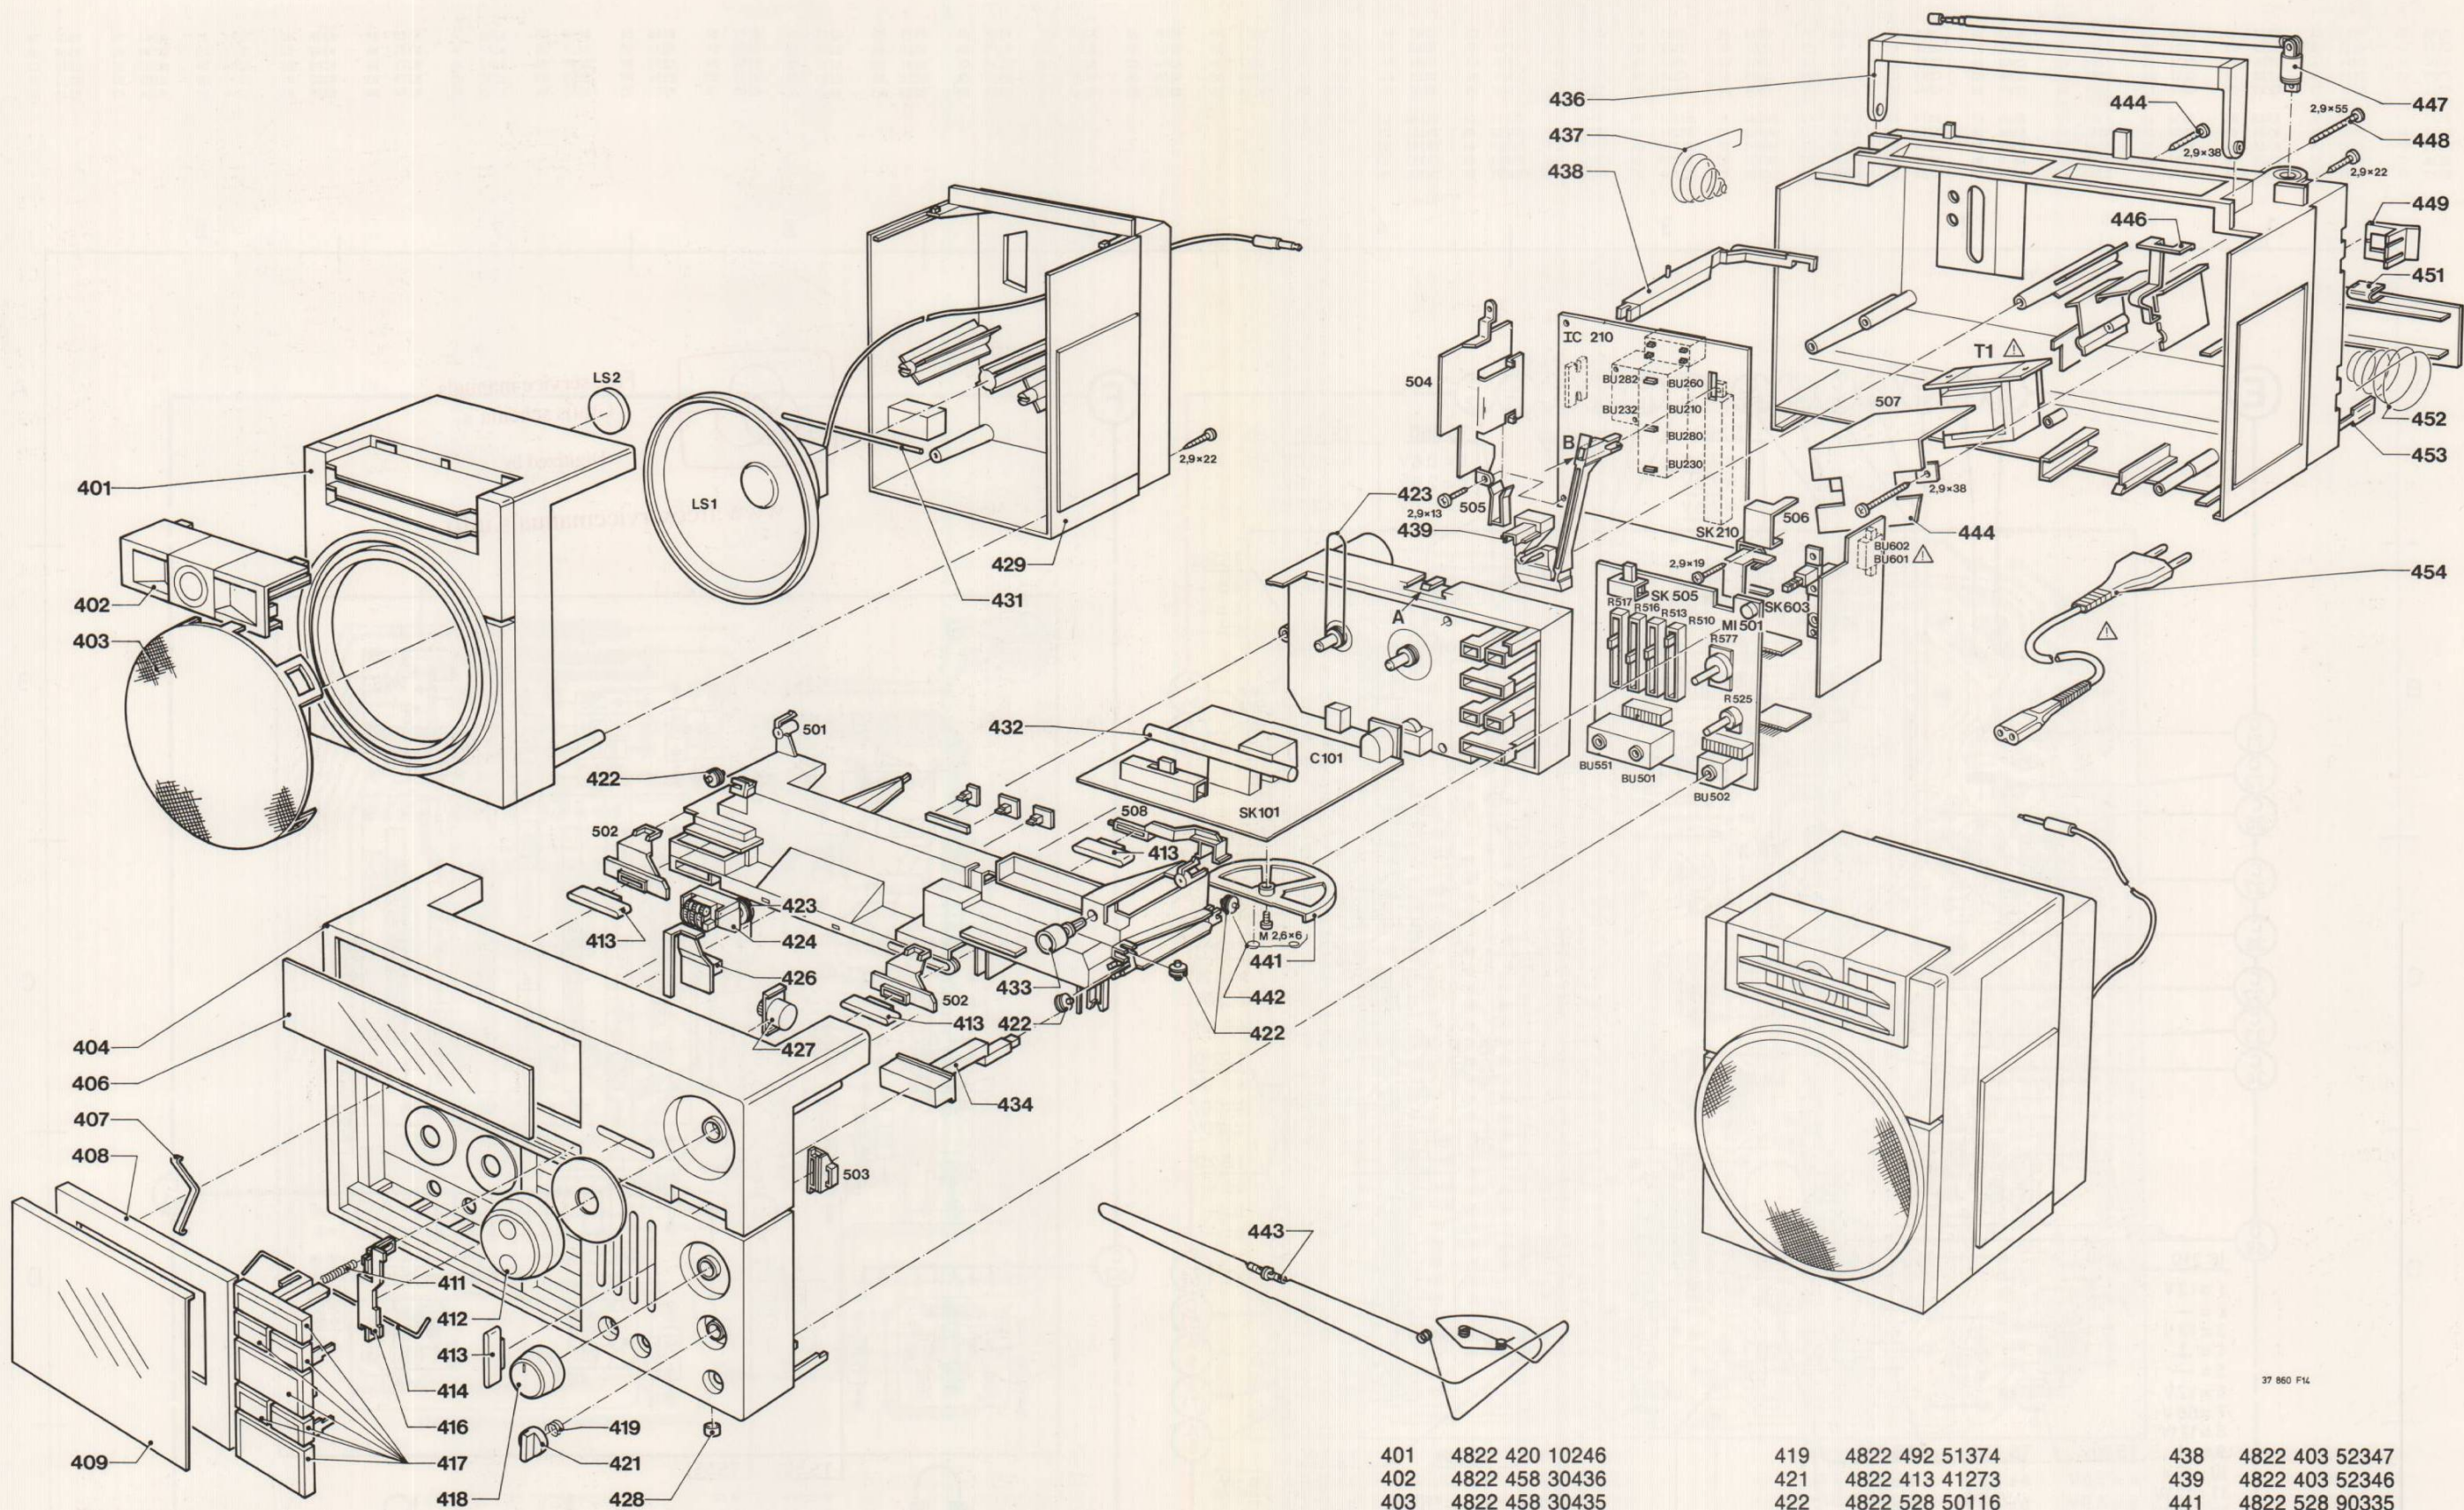

Fig. 1
- Remove REC bracket item number 439 by depressing snaps on the mechanism and the REC switch (see A and B of Fig. 1).
- Oter l'étrier 439 en agissant sur le mécanisme et le commutateur REC (voir A et B de la Fig. 1 - enfoncer).
- Levare la squadra 439 agendo sul meccanismo e il commutatore REC-premere (vedi Fig. 1 A et B).
- Verwijder REC beugel pos. 439 door snaps op het loopwerk en de REC schakelaar in te drukken (zie A en B van Fig. 1).